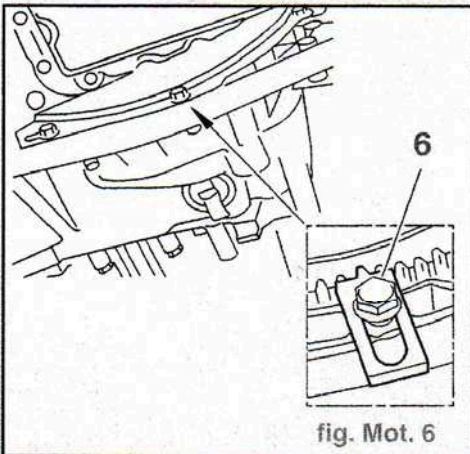

fig. Mot. 6
- Déposer la tôle inférieure de fermeture du carter d'embrayage (fig. Mot. 6).
- l'outil (6) (fig. Mot. 6)